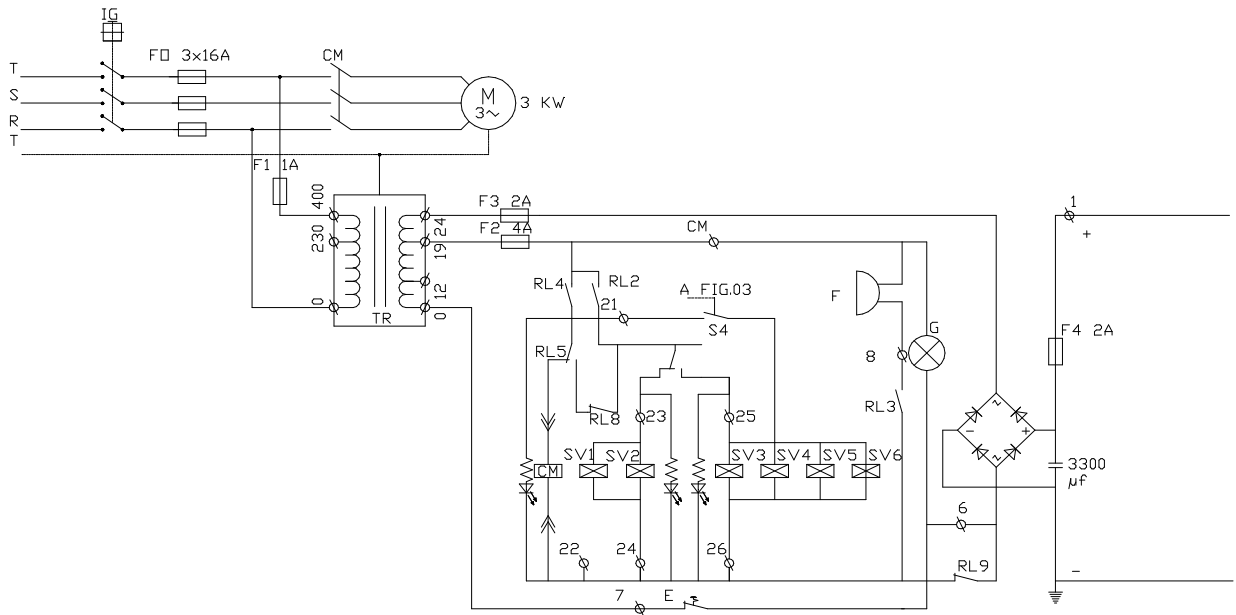

Fig.18
2. Sluit de voedingskabel in de bedieningskast aan volgens Fig.11 + Fig.18.